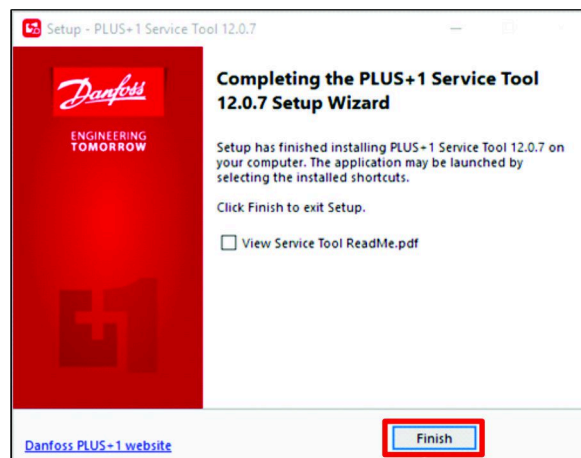

図 28
9. サービスツールセットアップウィザードの完了ダイアログボックスで、完了ボタン (図 28) をクリックする。